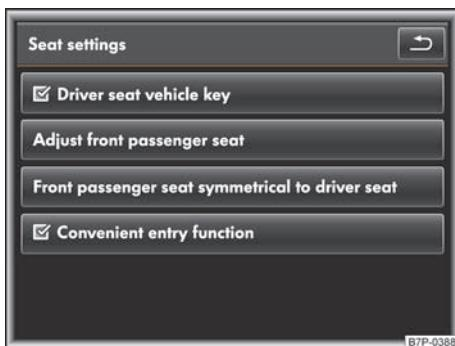

图 51 信息娱乐系统：带记忆功能的驾驶员和副驾驶员座椅的座椅设置的菜单
**驾驶员座椅汽车钥匙：**如果功能按钮内的复选框已激活  ⇒ 图 51，则所用汽车钥匙的记忆功能处于激活状态 ⇒ 第 75 页。
**登车辅助系统：**如果功能按钮内的复选框已激活  → 图 51，则电动登车辅助系统处于激活状态